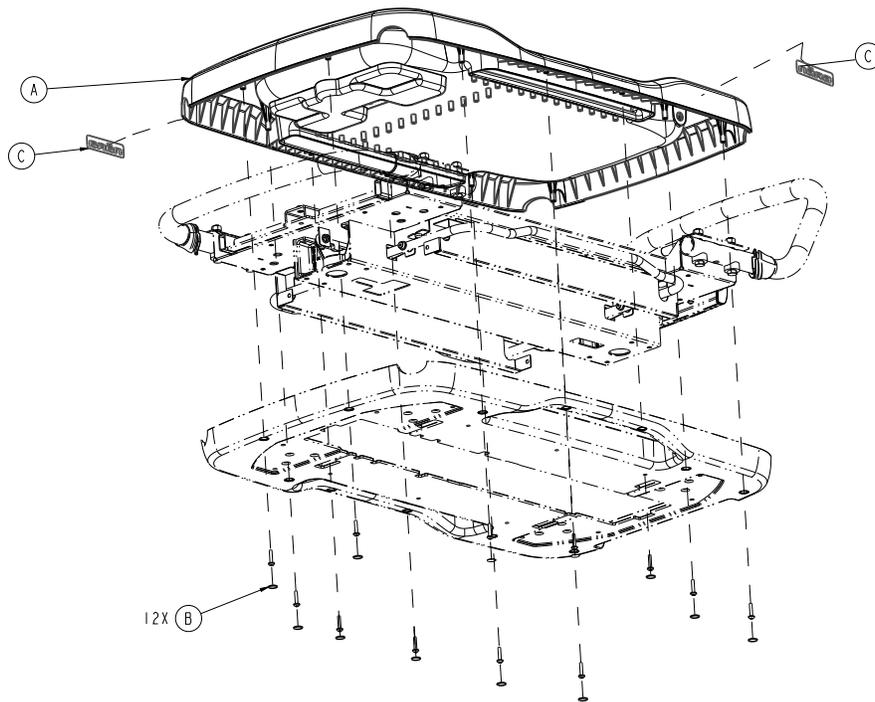

Figure 4 – Nacelle supérieure - étiquettes avec logo
Remarque - Apposez les deux étiquettes avec le logo Nära fournies (C) lors de l'installation de la nacelle supérieure (Figure 4).